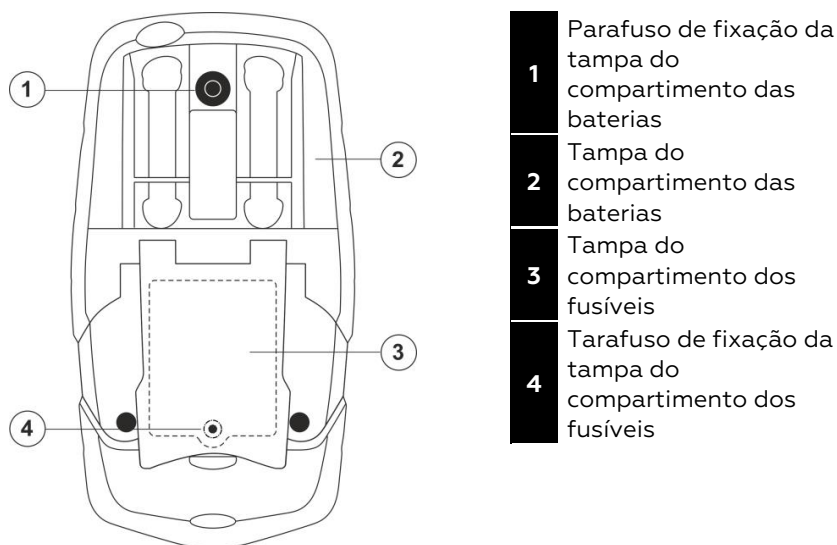

Fig. 10: Substituição das baterias e dos fusíveis internos
3. Desapertar o parafuso de fixação da tampa do compartimento das baterias (ver Fig. 10 – parte 1) situado na parte posterior alta do instrumento e removê-la
2. Desapertar o parafuso de fixação da tampa do compartimento dos fusíveis por cima do suporte do instrumento (ver Fig. 10 – parte 4) e removê-la